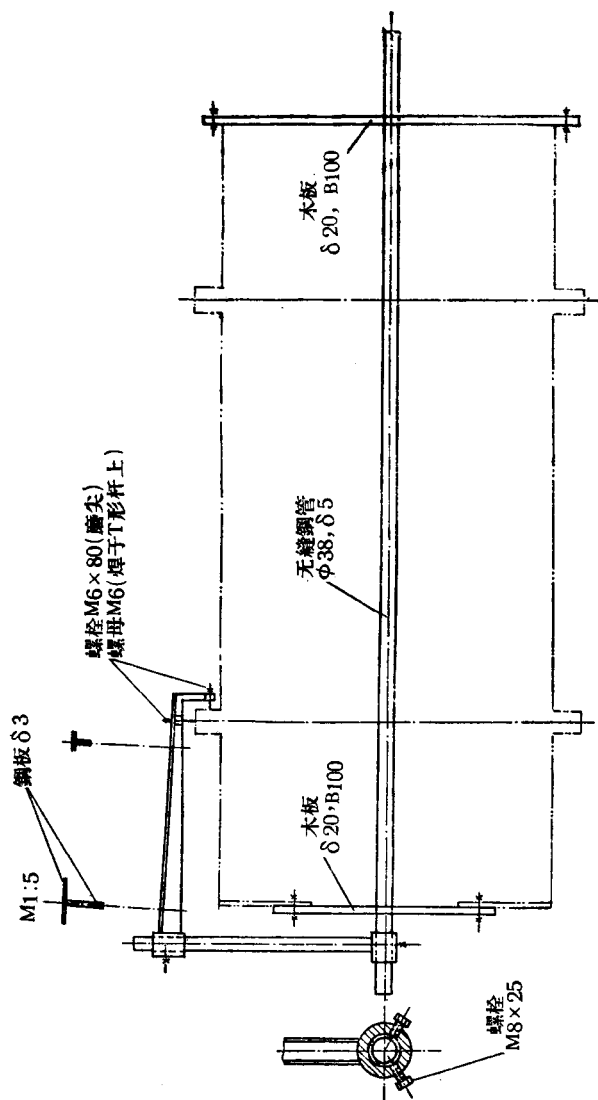

图 3 滚圈测量方法示意图
(1) 滾圈的安装 首先根据筒体内表面情况, 确定筒体的中心线, 并装上一根鋼管。將滾圈套在筒体上, 再用 3~4 組对合的楔鉄撑住。参考图 3, 作一划規, 使划規繞筒体中心(鋼管)回轉, 并分別調整划規上的两个針头, 从它們与滾圈的外圓和側面的間隙来判断同心度和垂直度, 調整楔鉄, 直至符合要求时, 把楔鉄点焊。然后把筒体放在已安装找正好的托輪組上, 用手盘动观察, 若运轉正常, 則將其余楔鉄打入并焊牢。
(2) 托輪安装质量的检查和調整 用直径 1 毫米左右的保險絲橫放在托輪和滾圈之間碾压, 从保險絲的形状及厚薄就能推断出托輪与滾圈表面是否平行、四个托輪的承压是否均衡。被动托輪的軸承設有頂絲, 以便整定。
(3) 衬板的安装 衬板是借助于本身的錐度形成拱圈相互卡牢而固定的。鑲砌时在筒体内壁抹上水泥砂浆(水泥: 細砂 = 1:1.5), 把衬板放上并压实, 半圈砌完后, 用木棒撑住, 使磨轉半圈再砌, 最后用鉄片沿筒体的环向楔紧。